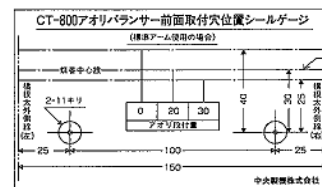
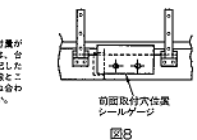

図7
図8
- 本体フレームの側面を下側の穴にて固定する場合(図7の6項参照)は、横根太に鉄板(t4以上、材質SS400以上)を溶接するか上記3項においてはアングルの下側を充分延ばし本体フレーム側面取付穴(下側)まで届くようにして下さい。
- 2項で記した線を基準にして次の要領で付属のアオリバランサー前面取付穴位置シールゲージ(CT-800シリーズとSUS-800シリーズにおいてはCT-800、CT-810シリーズとSUS-810シリーズにおいてはCT-810を使用)を台枠に貼って下さい(図7、図8参照)。